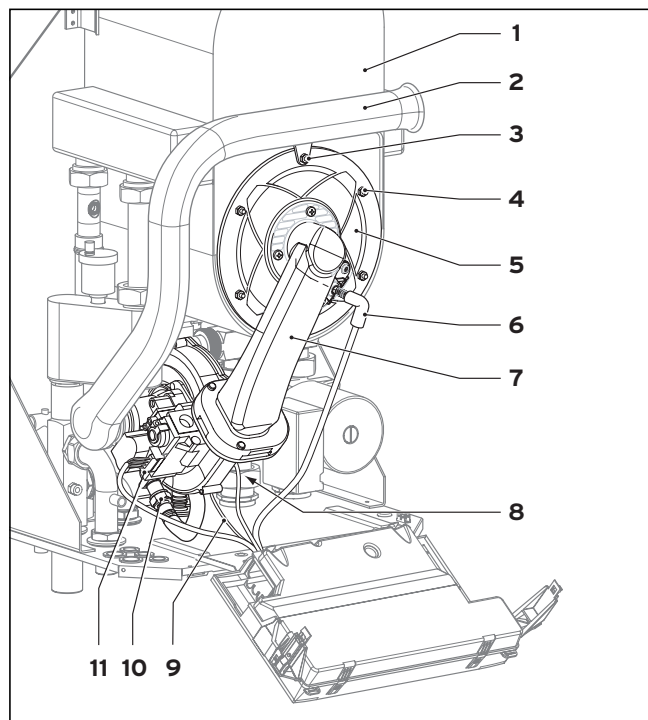
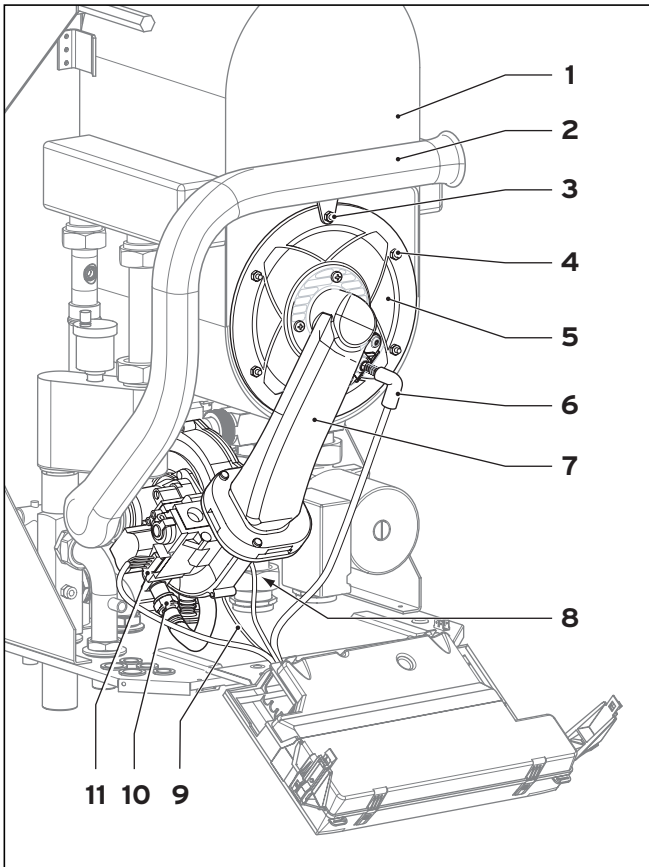

Fig. 7.1 Demontarea modului termocompact
Fig. 7.3 Montarea modului termocompact
Modulul termocompact constă din suflanta cu turație reglabilă, armătura de gaz, țeava de amestec și arzătorul cu flanșă. Aceste patru repere constituie împreună unitatea numită modul termocompact. Pentru demontare, procedați după cum urmează: (vezi fig. 7.1)
- Desfaceți șuruburile de fixare ale tubului de aspirare a aerului (3) și rabatați tubul (2) spre înainte; detașați tubul de aspirare a aerului de la ștuțul de aspirare.
- Scoateți cele două fișe ale conductorului de aprindere și de legare la pământ de la electrodul de aprindere (6).
- Desfaceți conducta de alimentare cu gaz (10) de la partea inferioară a armăturii de gaz (fig. 7.1).
- Scoateți cablul (8) de la motorul suflantei (cuplajul), cablul de semnal modulat în frecvență de sub suflantă (9) și cablul spre armătura de gaz (11).
- Desfaceți cele 6 piulițe (4).
- Introduceți modulul termocompact (5) pe schimbătorul integral de căldură prin condensare (1) (fig. 7.3).
- Strângeți uniform și încrucișat cele 6 piulițe (4).
- Așezați tubul de aspirare a aerului (2, fig. 7.1) la ștuțul de aspirare și strângeți șurubul (3).
- Racordați conducta de alimentare cu gaz (10) cu o garnitură nouă (nr. piesă de schimb 981142) la armătura de gaz. Folosiți în acest scop o cheie fixă potrivită.
- Conectați cele două fișe ale conductorului de aprindere și de legare la pământ la electrodul de aprindere (6).
- Introduceți din nou cablul (8) la motorul suflantei (cuplajul), cablul de semnal modulat în frecvență de sub suflantă (9) și cablul spre armătura de gaz (11).
**Verificați etanșeitățile la racordul de gaz (10) cu spray pentru detectarea neetanșeităților.**